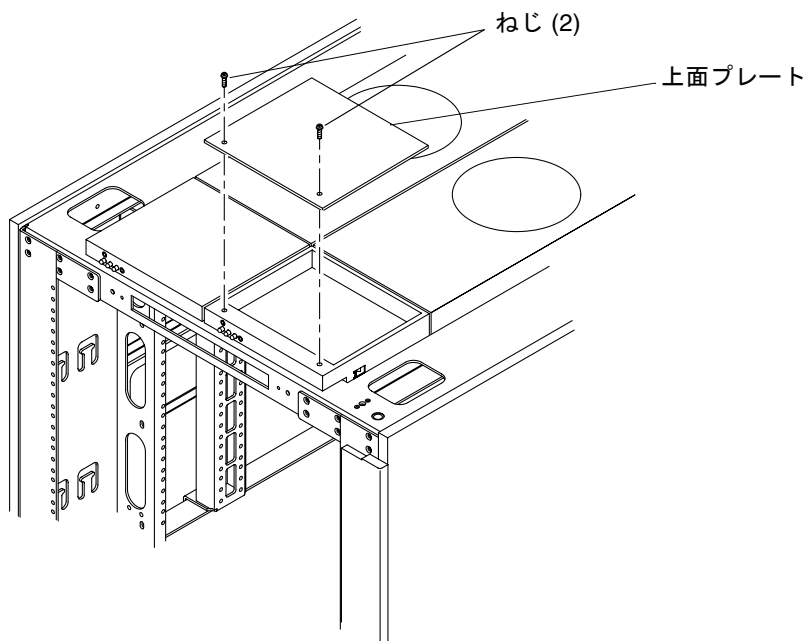

図 6-9 キャビネットファントレーの上面プレート
4. ファンアセンブリの上面プレートから、2本のねじを取り外します (図 6-9)。